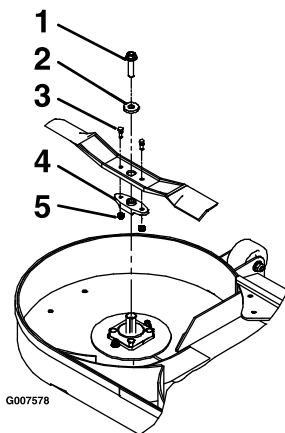

Figura 74
3. Îndepărtați lama, așchia și urubul lamei care fixează lama și acționarea lamei (Figura 74).
4. Îndepărtați acționarea lamei de pe lama existentă (Figura 74).
1. Montați acționarea lamei pentru lamele noi, cu uruburile de forfecare și contrapiuliile (Figura 74).
3. Montați lama, așchia și urubul lamei pe arborele axului (Figura 74).